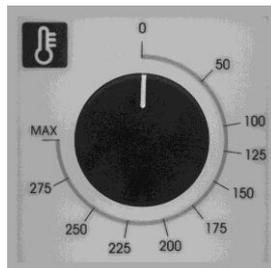

Fig. 2
**Programación de la temperatura de cocción** - Gire la mando del termo está tal de regulación (Fig. 2) en correspondencia con la temperatura de cocción seleccionada.